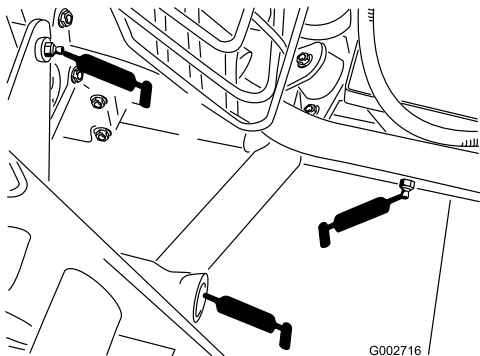

Bild 25
- Hintere Anbauvorrichtung (5) (Bild 25)